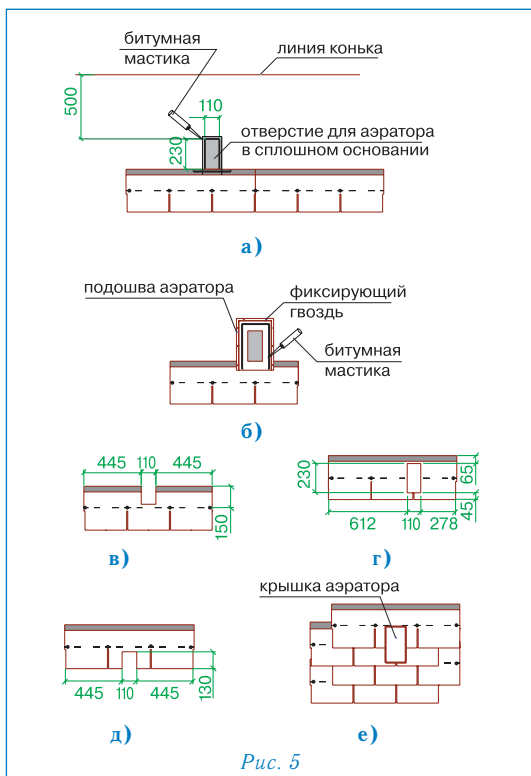

Рис. 5
Установка аэратора (рис. 5)
- В сплошном основании кровли прорезается отверстие 11 × 23 см, расположенное согласно рис. 5а;
- корпус аэратора устанавливается поверх отверстия и фиксируется гвоздями из нержавеющей стали; по верхней и боковым сторонам подошвы корпуса также наносится битумная мастика (рис. 5б);
- при укладке последующих трех рядов черепицы подошва аэратора закрывается листами ПРЕСТИЖ ЭЛИТ с соответствующими прорезами (рис. 5е);
- на корпус аэратора устанавливается крышка, которая фиксируется нажатием (до щелчка) (рис. 5е).